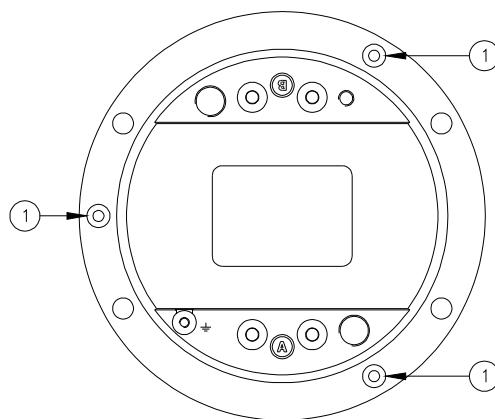

Figura 19 – Viti di fissaggio del coperchio inferiore
- Separare il coperchio inferiore dalla calotta svitando le tre viti di bloccaggio TSCE M5x10 (Figura 19 - n°1).
- tre viti di bloccaggio TSCE M5x10 (Figura 19 - n°1);
Verificare il corretto posizionamento della guarnizione O-Ring tra calotta e coperchio inferiore (Figura 21 - n°2); montare il coperchio inferiore nella calotta e chiuderla con le tre viti TSCE M5x10 (Figura 19 - n°1). Uno strato di adesivo anaerobico frenafili